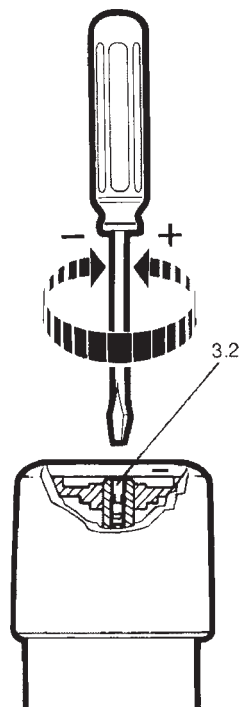

Fig. 6
- Ruotare la vite di regolazione (3.2) verso destra (per ridurre il volume) o verso sinistra (per aumentarlo) (fig 6).
- Rodar o parafuso de ajuste (3.2) para a direita (para reduzir) ou para a esquerda (para aumentar) (fig 6).